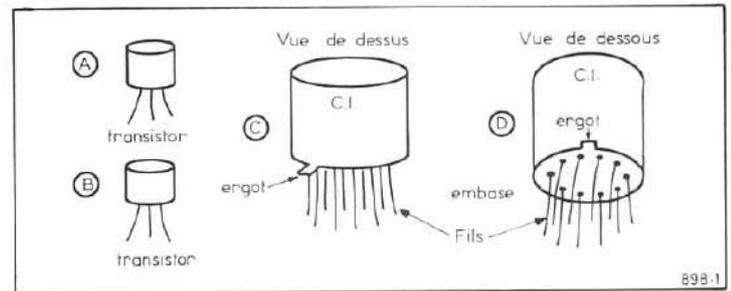

Fig. 1
Voici à la figure 1, l'aspect d'un circuit intégré à réaliser en boîtier cylindrique, comparé à celui d'un transistor de même présentation. Dans cet exemple  $n = 10$ .
Il est donc plus intéressant de regarder un CI de ce genre comme on le montre en (D) de la figure 1.